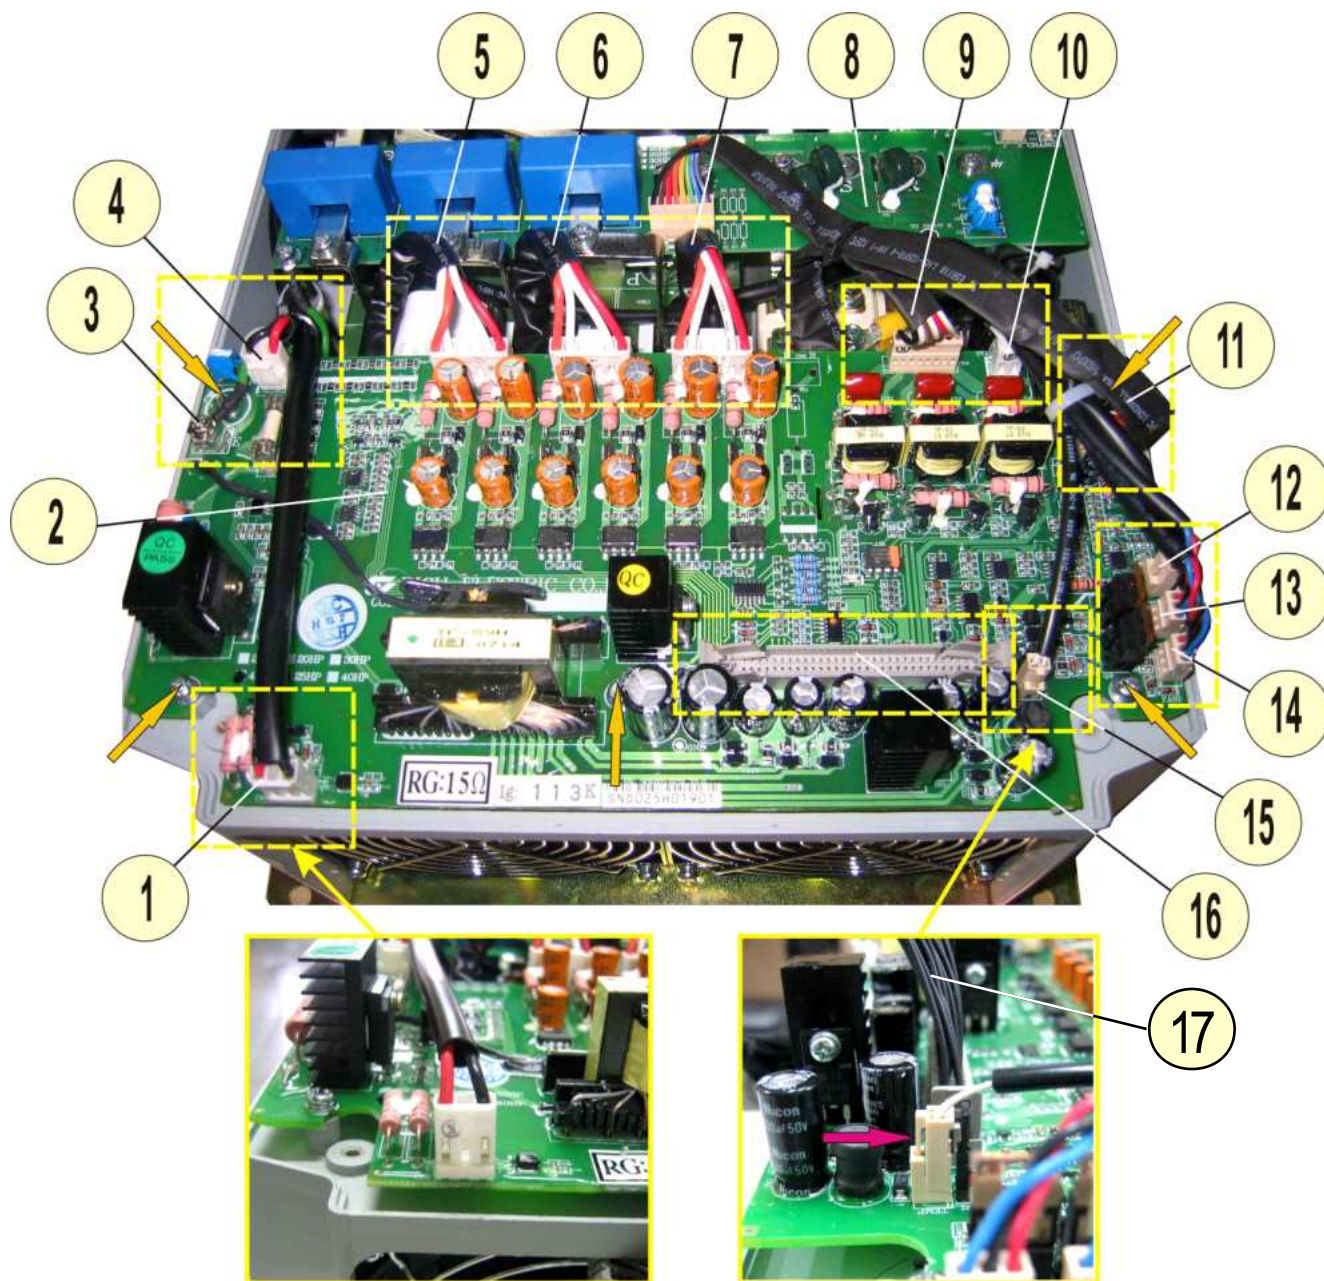

Рис. 6.7
6.6.1. Отсоединить жгут контроля предохранителя от разъёма CN5 на плате драйверов (поз. 1 на рис. 6.7).
6.6.2. Отжать в стороны боковые фиксаторы разъёма CN7 на плате драйверов (поз.16 на рис. 6.7). Отсоединить жгут платы ЦП (поз. 17 на рис.6. 7). Положить жгут в тару.
6.6.4. Отсоединить жгут питания платы драйверов от разъёма CN4 на плате (поз.4 на рис.6.7).
6.6.5. Отсоединить поочередно жгуты управления IGBT от разъёмов CN1...CN3 на плате (поз. 5, 6 и 7 на рис. 6.7).
6.6.6. Отсоединить жгут управления диодно-тиристорными модулями от разъёма CN9 на плате (поз.9 на рис. 6.7).
6.6.7. Отсоединить провод цепи предзаряда от разъёма TB1 (поз.10 на рис. 6.7).
6.6.8. Отсоединить жгут токовых датчиков от разъёма CN10 (поз.11 на рис. 6.7).
6.6.9. Отсоединить жгут датчика тока шины «+» от разъёма CN8 (поз.12 на рис. 6.7).
6.6.10. Отсоединить жгуты вентиляторов от разъёмов FAN1 и FAN2 (поз.13, 14 на рис. 6.7).
6.6.11. Отсоединить жгут датчика температуры от разъёма TEMP на плате (поз.15 на рис. 6.7).
6.6.12. Выкрутить пять винтов крепления платы драйверов 2 (рис. 6.7), снять плату драйверов. Положить винты и плату в тару.